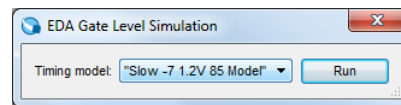

Figura 16 – Especificação do modelo temporal da simulação (*speed grade* da FPGA, tensão de alimentação e temperatura do dispositivo).
10. Execute a ferramenta de simulação “ModelSim Intel FPGA Starter Edition”, através do menu “Tools → Run Simulation Tool → Gate Level Simulation...”. Selecione o modelo temporal da simulação “Slow -7 1.2V 85 Model” e clique em “Run” (Figura 16).